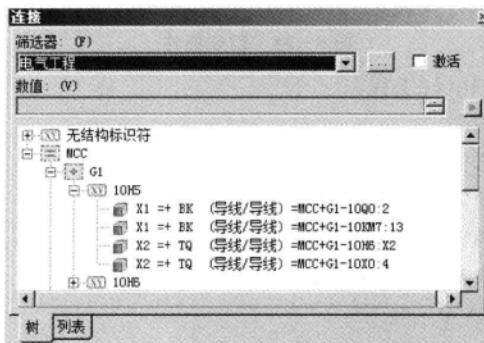

图 8-26 以树的方式显示连接
- 也可以通过选择“连接”导航器对话框下方的“树”或者“列表”对连接进行查看，如图 8-26 所示。